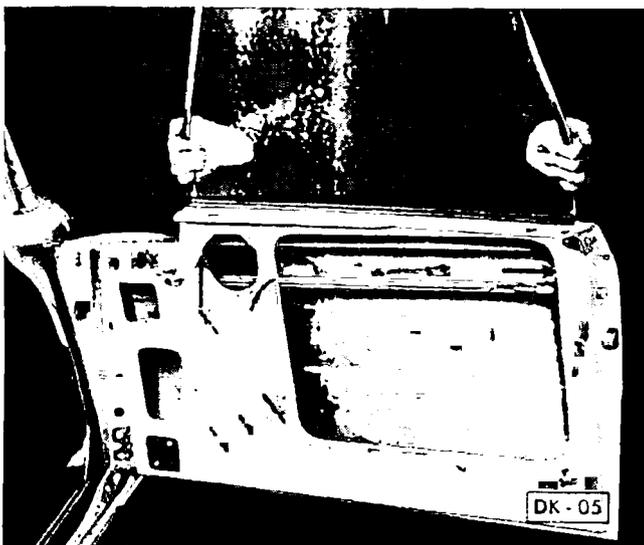

Abb. 29: Herausnehmen der Fensterscheibe
- 4) Die Schrauben, welche die Anschläge am Rahmen des versenkbaren Fensters halten, werden herausgezogen (wie die Pfeile auf Abb. 29 zeigen), und die ganze Fensterscheibe wird vorsichtig nach oben hinausgeschoben.